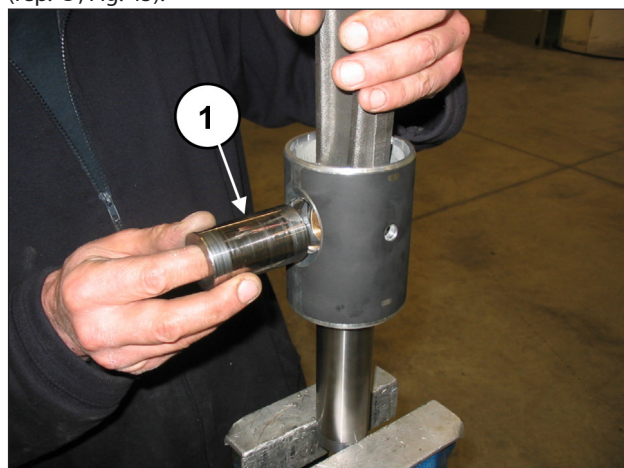
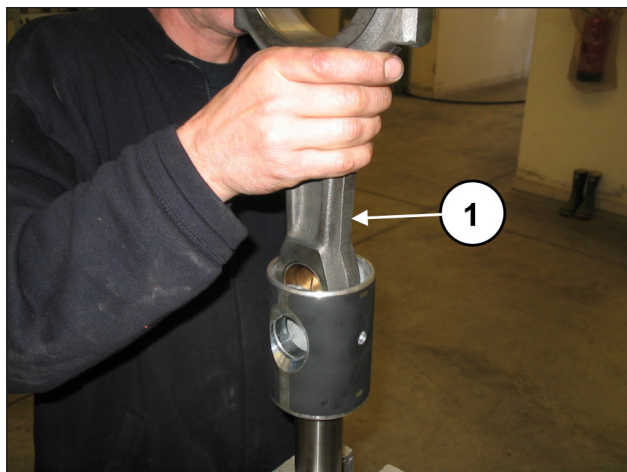

Fig. 44
Fig. 45
Dégager l'axe de piston (rep. ①, Fig. 44) et extraire la bielle (rep. ①, Fig. 45).
Introduire la bielle dans le guide de piston (rep. ①, Fig. 45), puis engager l'axe de piston (rep. ①, Fig. 44). Monter deux circlips d'appui à l'aide de l'outil approprié (rep. ①, Fig. 43).